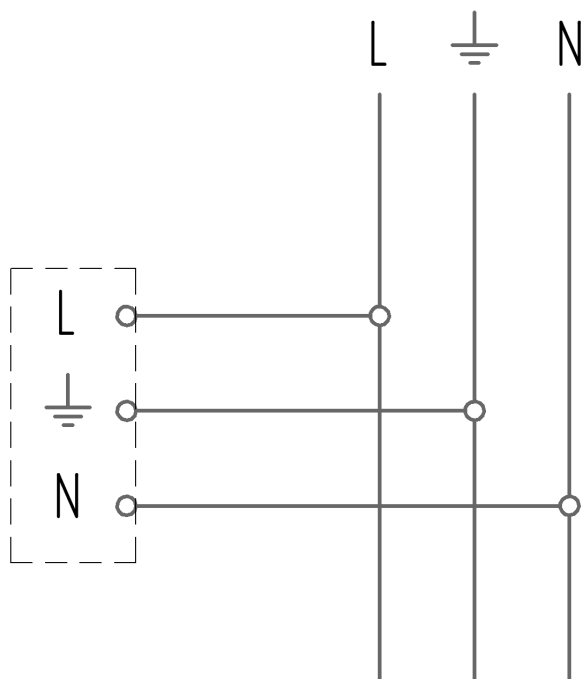

Рисунок 3 - Схема подключения светильника к сети
5.7 Подключите светильник согласно схеме, приведённой на рис. 3, обеспечивая герметичность соединения.